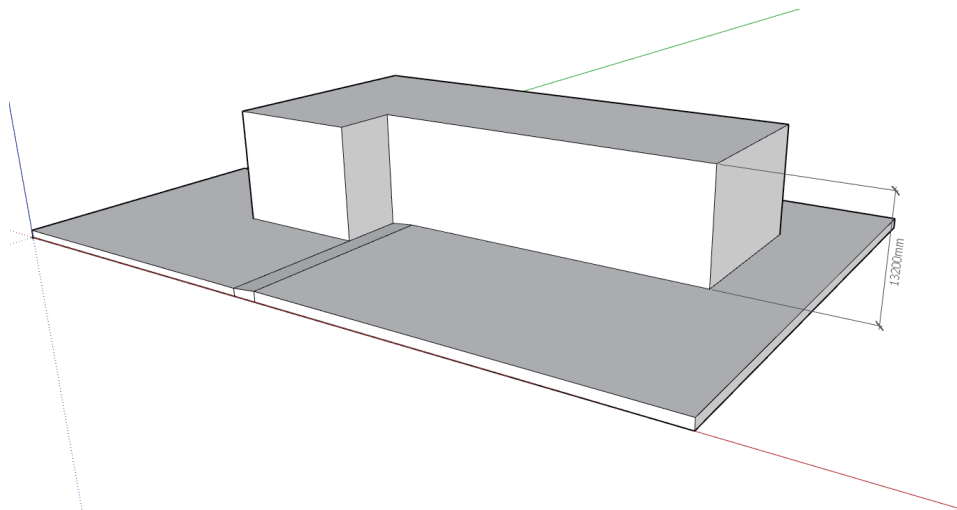

图 1.5 拉出建筑高度
(2) 拉出建筑高度。按 P 快捷键发出“推/拉”命令，将平面轮廓向上拉出 13200mm 的高度，如图 1.5 所示。